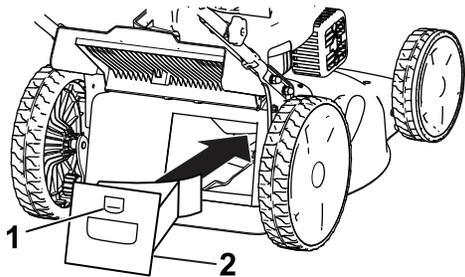

Figura 17
1. Sollevate il deflettore posteriore e tenetelo sollevato (Figura 17).
2. Installate il tappo di mulching nel vano e fissatelo nell'apertura nel vano stesso (Figura 17).